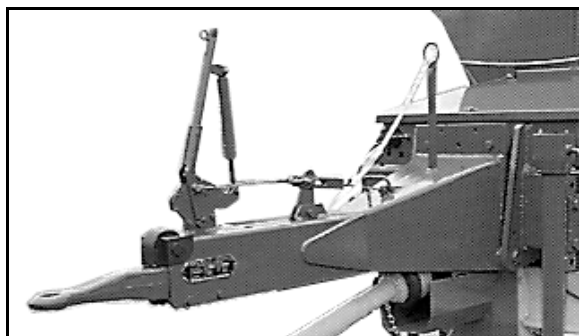

Рис. 22
- тяговым дышлом (Рис. 22) с инерционной тормозной системой и автоматикой заднего хода,